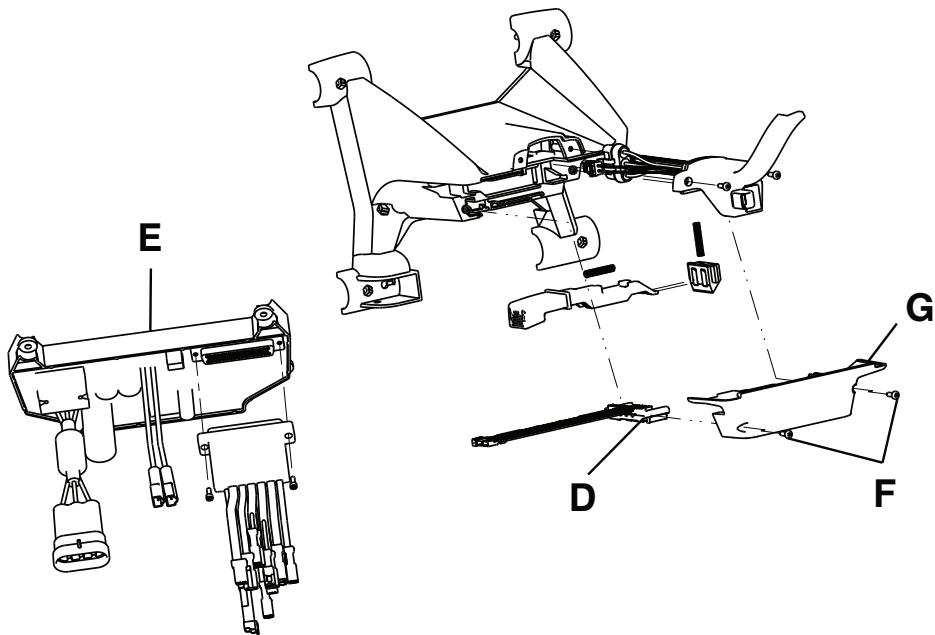

Figure 20 – Ensemble carte de commande et câble de connexion de la civière
6. Débrancher les fils noir et rouge qui relient l'ensemble câble de connexion de la civière (D) au panneau de commande (E) (Figure 20).
7. À l'aide d'une clé Torx T20, retirer les deux vis delta (F) de la plaque inférieure de l'enceinte du côté pieds (G) pour retirer l'enceinte (Figure 20). Conserver toutes les pièces.